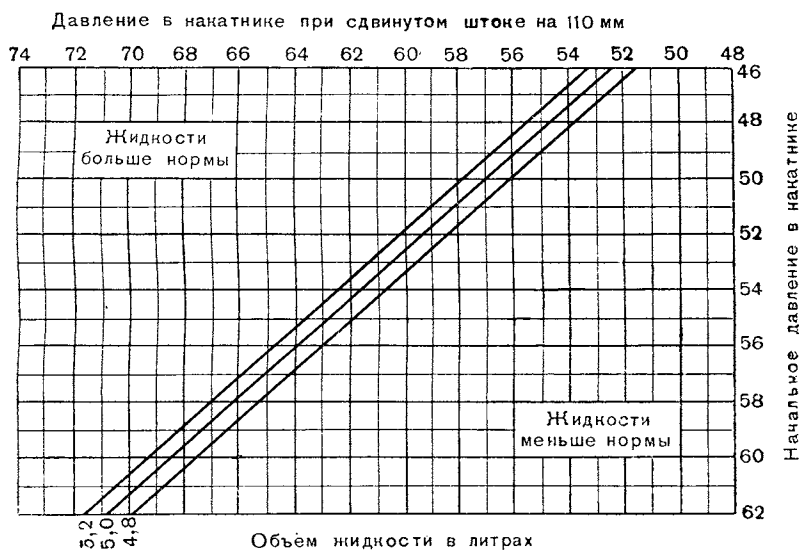

Рис. 66. График для определения количества жидкости в накатнике
8. По двум показаниям манометра (на первой и второй рисках винта) и по графику, прикрепленному к щиту ограждения, определить количество жидкости в накатнике. Для этого отыскать на графике (рис. 66) точку пересечения горизонтальной и вертикальной линий (горизонтальные линии означают начальное давление, вертикальные — давление при оттянутом на 110 мм штоке).